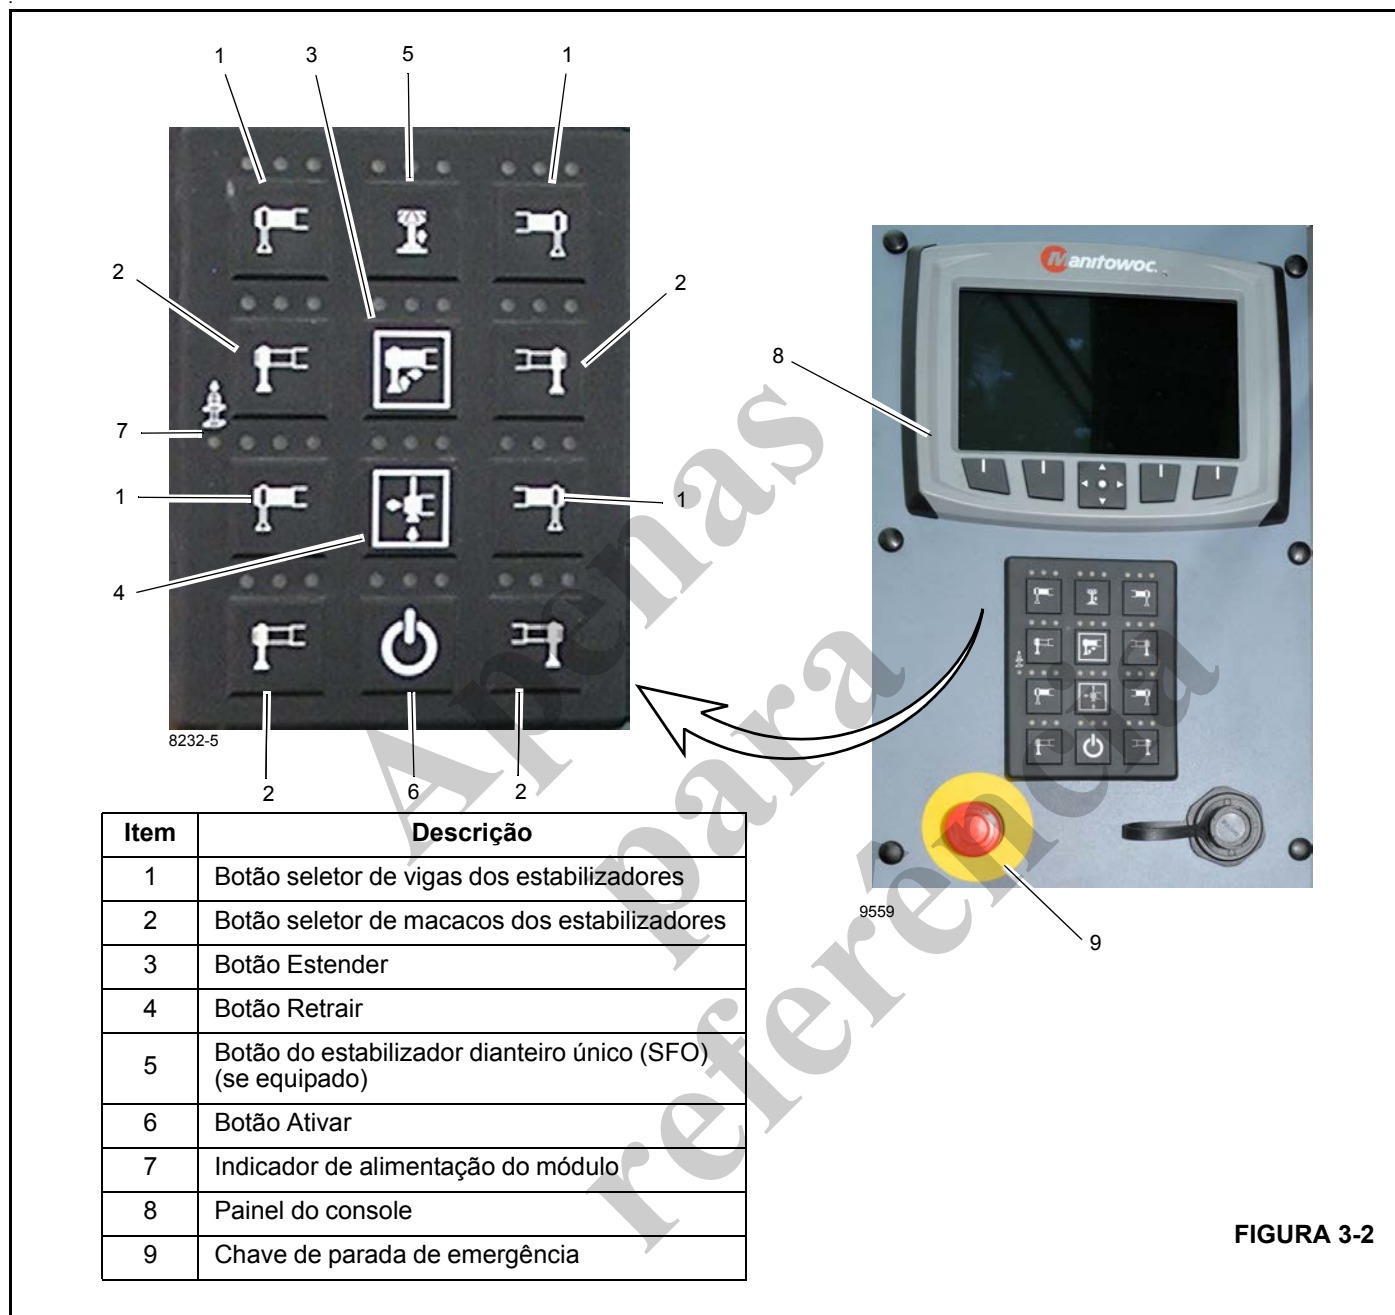

FIGURA 3-2
Os estabilizadores podem ser operados de três locais, incluindo um controlador portátil localizado (Figura 3-2) no console da cabine do guindaste e dois painéis de controle da estação de solo localizados à esquerda e à direita da plataforma do transportador. Cada controlador possui os botões de controle para estender e retrair as vigas dos estabilizadores, para elevar e abaixar os cilindros dos estabilizadores com macaco e para elevar e abaixar o estabilizador dianteiro único (se equipado).
Há um painel de controle do estabilizador em cada lado da estrutura do guindaste, como mostrado na Figura 3-1 e Figura 3-2. Os detalhes a seguir aplicam-se a ambos os painéis de controle como indicado.
Há quatro botões seletores de vigas do estabilizador (1) localizados em cada painel de controle do estabilizador (Figura 3-2).
Há quatro botões seletores de macaco do estabilizador (2) localizados em cada painel de controle do estabilizador (Figura 3-2).
O botão de ativação (6) está localizado em cada painel de controle do estabilizador (Figura 3-2) e é usado em conjunto com a pré-seleção de botões do seletor do estabilizador (1, 2) para controlar as funções do estabilizador.
O botão de extensão (3) está localizado no painel de controle do estabilizador (Figura 3-2) e é usado em conjunção com os botões de ativação (6) para controlar as vigas do estabilizador ou as funções do macaco.
O botão de retração (4) está localizado no painel de controle do estabilizador (Figura 3-2) e é usado em conjunto com os botões de ativação (6) para controlar as vigas do estabilizador ou as funções do macaco.
Os indicadores LED exibem o status do botão de controle selecionado (Figura 3-2) no painel de controle do estabilizador. Um LED acenderá por 5 segundos depois que um botão tiver sido selecionado.
O indicador de alimentação do módulo (7) está localizado em cada painel de controle do estabilizador (Figura 3-2) é ativado quando um LED verde acende. A estação de controle não pode ser ativada se o guindaste estiver executando outra função. (Por exemplo: operar a lança.)
Os botões do seletor da viga do estabilizador (1, Figura 3-2) são usados para operar as vigas dos estabilizadores dianteiros ou traseiros. Ambos os lados podem ser operados pelo painel de controle do estabilizador da cabine.
Os botões seletores da viga do estabilizador do controle de solo (1, Figura 3-2) são usados para operar a viga do estabilizador dianteiro ou traseiro do mesmo lado do guindaste em que a estação de solo se encontra.
Use os botões seletores do macaco do estabilizador (2, Figura 3-2) para indicar qual macaco deseja operar.
O botão do estabilizador dianteiro único (SFO) (5, Figura 3-2) está localizado no painel de controle do estabilizador (se equipado).
Há uma chave de parada de emergência (9, Figura 3-2) localizada em cada controle do estabilizador em cada lado do transportador e dentro da cabine no console dianteiro (9, Figura 3-3). Pressionar uma chave de parada de emergência desliga o motor.